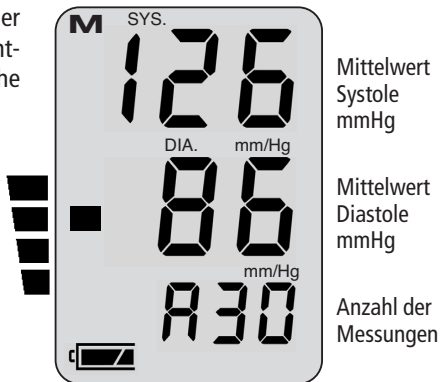

Bild 6
- ➔ Rufen Sie nach jeweils 30 eingetragenen Blutdruckmessungen Ihren Mittelwert ab, indem Sie im ausgeschalteten Zustand die START-Taste solange gedrückt halten, bis der Mittelwert aller gespeicherten Werte (für Systole und Diastole) angezeigt wird. Im Feld „Puls“ (siehe Bild 6) blinkt die Anzahl der gespeicherten Messungen.
Am linken Displayrand erscheint ein der Höhe des Blutdruckmittelwertes entsprechendes dunkles Rechteck (siehe Bild 6).